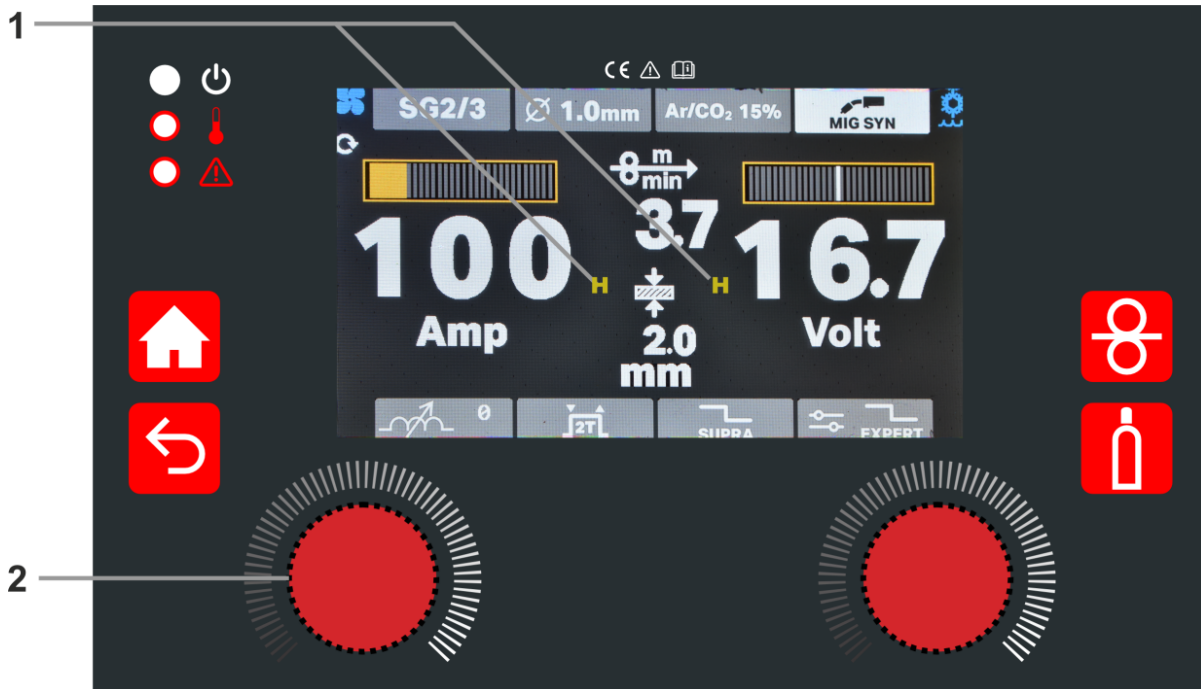

Fig. 17
- Para consultar os valores médios da tensão de soldadura e da corrente de soldadura da última soldadura ou, no modo MIG SYN, da última soldadura para a sinergia escolhida, premir uma vez o encoder do lado esquerdo (2 - Fig. 17), depois rodar o mesmo encoder até que o item de menu 1 (Fig. 17) fique amarelo e depois premir novamente. O ecrã LCD mostra os últimos valores médios. Para sair da função HOLD, prima o codificador do lado esquerdo (2 - Fig. 17).